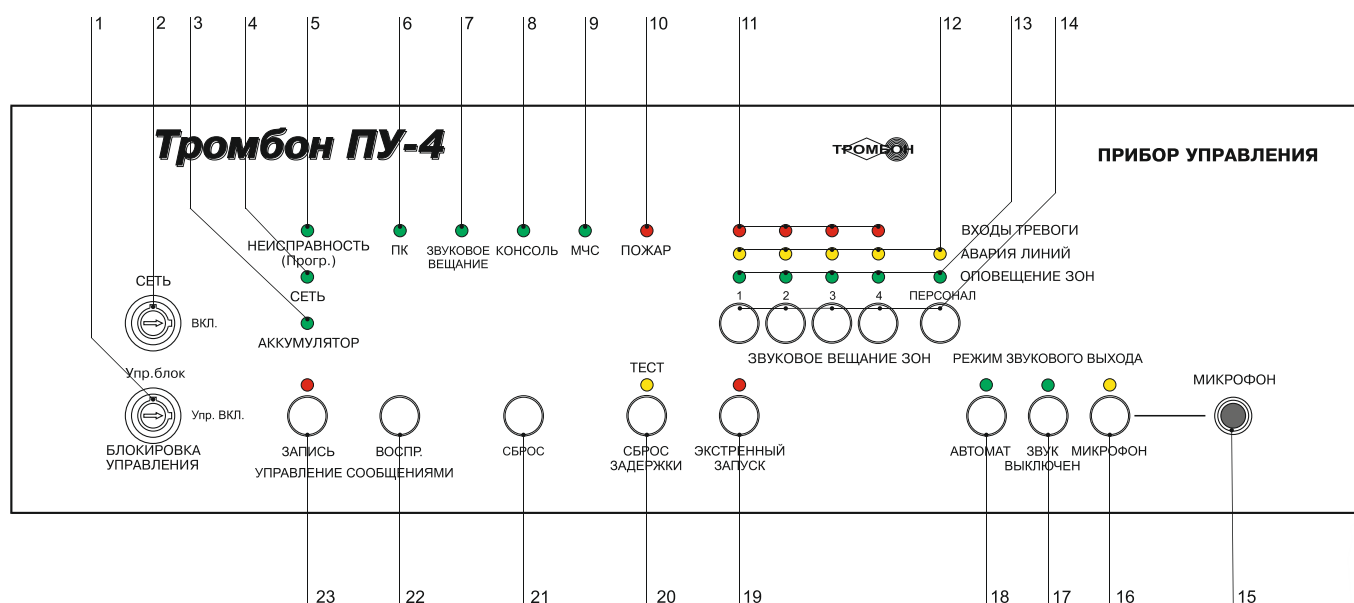

Рис. 1. Внешний вид ПУ «Тромбон ПУ-4» и расположение органов управления и индикации.
4. Любые другие значения сопротивления линии связи, воспринимаются прибором как авария линии связи с ППКП. На передней панели прибора загорается индикатор аварии линий (рис. 1, поз. 12) соответствующий номеру неисправной линии и периодически издает звук зуммера.
Основной режим работы прибора. В этом режиме все реле прибора выключены, питание на усилитель мощности не подается. В «Дежурном режиме» прибор выполняет контроль входов пожарной сигнализации, входа МЧС и контроль линий связи с оповещателями. В «Дежурном режиме» работы на передней панели прибора горят индикаторы «Сеть», «Аккумулятор» и «Автомат» (рис. 1, поз. 4, 18).